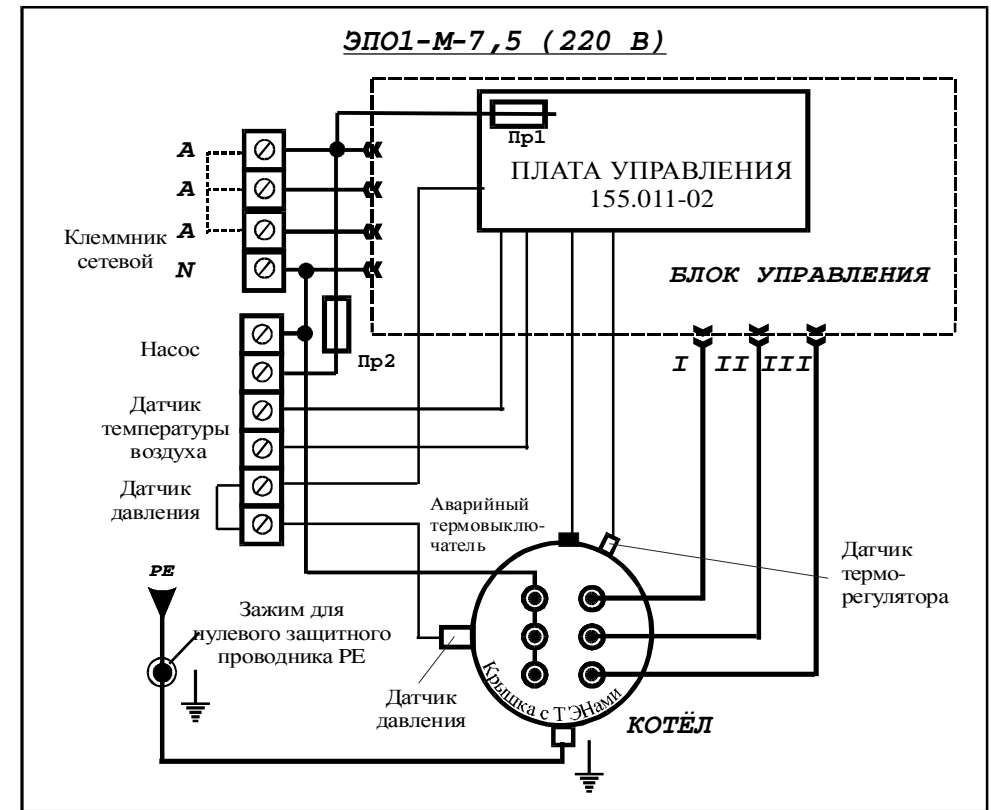

Рисунок 3 - Электрическая схема подключения
6.1.10. При подключении ЭПО1-М-7,5 (220В) установить перемычки в зажимах клеммника (пунктирная линия рис.3).